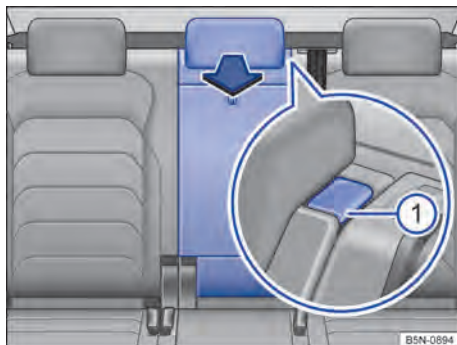

Fig. 198 No encosto do banco traseiro: abrir o dispositivo para transporte de objetos longos.
- Pressionar o botão de destravamento → Fig. 198  e rebater o dispositivo para transporte de objetos longos para frente → .
- Rebater o dispositivo para transporte de objetos longos para trás, e pressionar com firmeza a trava, até que ela se encaixe de forma segura → . A marcação vermelha no botão de destravamento → Fig. 198  não pode mais estar visível.